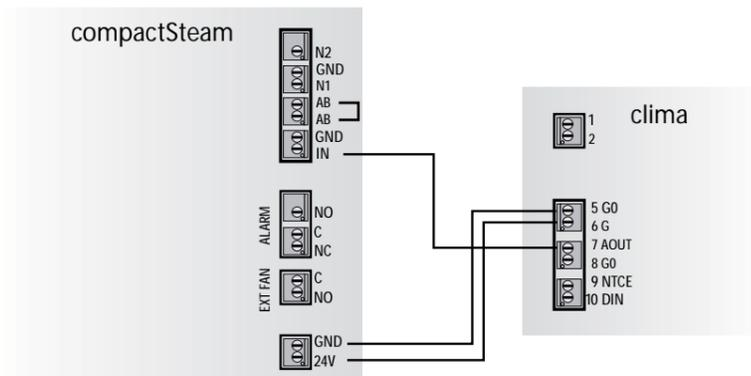
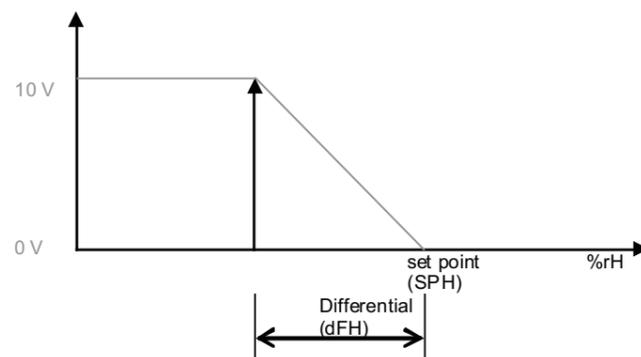

Fig. 1
Fig. 2
- a regolazione proporzionale (default): l'algoritmo di controllo funziona come da diagramma in Fig. 2 dove la richiesta di umidificazione è massima (10 V in uscita sul morsetto 7 Aout in fig. 1) fino al raggiungimento della soglia dell'intervallo "set point - differenziale". Dopo il raggiungimento di tale soglia il segnale di uscita di Clima diminuisce gradualmente all'interno del differenziale impostato fino a portarsi a 0 V al raggiungimento del set point;
1. collegare i due dispositivi con il cavetto in dotazione seguendo lo schema in Fig. 1;
- proportional regulation (default): The control algorithm works as shown in Fig. 2 diagram where humidity request is at maximum (10 V on output on terminal 7 AOUT in fig. 1) until the "set point - differential" range threshold is reached. After this threshold is reached, the clima output signal gradually lowers within the set differential to 0 V when the set point is reached;
1. connect the two devices with the supplied wire as shown in Fig. 1 diagram;